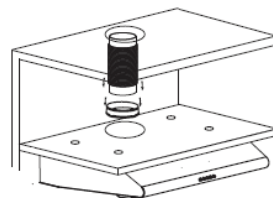

Imagen 6
– Fije el tubo de expansión (no incluido) en la salida de aire. Levante el tubo de expansión hasta que salga de la pared a través del orificio en la pared. (observe la Imagen 6 & 7).